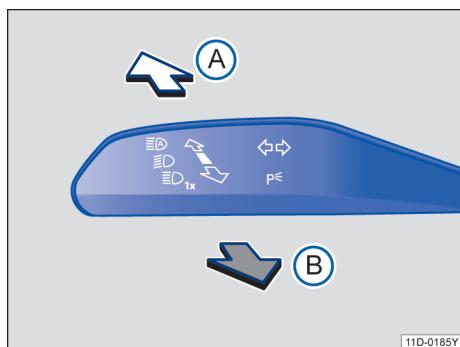

图 74 转向信号灯 / 远光灯操作杆
- 将转向信号灯和远光灯操纵杆从中间位置移至下列位置→图 74：
- (A) 接通远光灯→▲。在远光灯接通时，组合仪表上的指示灯 亮起。
- (B) 关闭远光灯或操作远光灯变光功能。只要拉动操作杆，便会执行远光灯变光功能。指示灯 亮起。